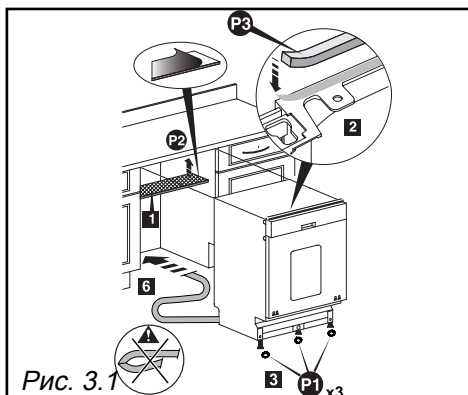

Рис. 3.1
- Приклейте противоконденсационную пластину P2 (Рис. 3.1)
- Приклейте пористую звукоизоляционную прокладку P3 (Рис. 3.1)
- Установите три чашки P1 под ножки, чтобы облегчить скольжение посудомоечной машины (Рис. 3.1).